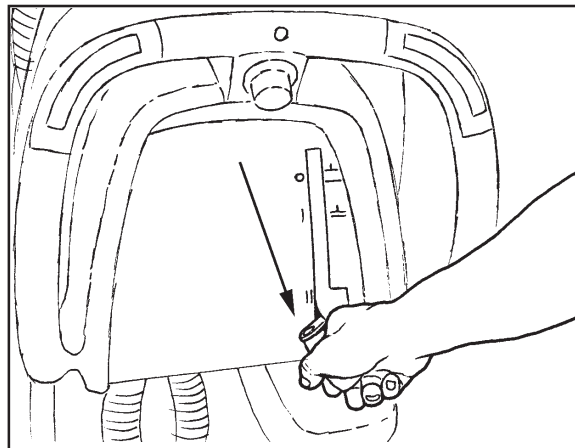

Figure 25
1. Pour abaisser le suceur et faire démarrer le moteur d'aspiration, poussez le levier du suceur vers la droite et abaissez-le. Voir figure 25.